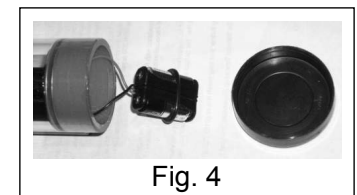

Fig. 4
The batteries are housed inside the base of the meter (See Fig. 4). The black cap on the bottom of the meter can be removed by pulling it straight off the end of the meter. The cap is just a press fit onto the meter. Please use care to pull the cap off the meter so that the bottom of the meter is pointing upward. This will keep the batteries from falling out of the meter once the cap comes free which could put extra stress on the battery holder wires. The meter requires two (2) N size alkaline batteries which are available at any drug store. Place both new batteries in the battery holder following the polarity indication marked on the holder (negative end towards the spring). Place the rubber retaining ring around the batteries once they are in the holder as shown in Fig. 4. Then place the battery holder back into the end of the meter and replace the black cap and press it firmly back onto the meter. When the meter's batteries need replacing, the meter will show "Lo b" on the LCD display after the meter is turned on. If this message is displayed, the batteries should be replaced as described above.
Les batteries sont logées à l'intérieur de la base du calibreur (voir Fig. 4). Le bouchon noir à la base du calibreur peut être retiré en tirant vers suivant l'axe du tube. Le bouchon est juste fixé sur le calibreur. Veuillez user de précautions en retirant ce bouchon. Ceci empêchera la chute violente des piles ce qui pourrait occasionner une tension forte sur les fils électriques du système de logement des piles. Nous vous préconisons l'usage de 2 piles alcalines type LR1. Placer les deux nouvelles batteries dans le logement des piles en respectant l'indication de polarité marquée (partie négative vers le ressort). Placez le bracelet caoutchouc autour du logement des piles comme montré sur la Fig. 4. Ensuite placez le magasin à piles dans la base du calibreur et refermez l'appareil en poussant fermement le bouchon. Lorsque les piles du calibreur doivent être remplacées, celui-ci affichera <Lo b> sur l'écran LCD après démarrage de l'appareil. Si ce message s'affiche, les piles doivent être remplacées comme.